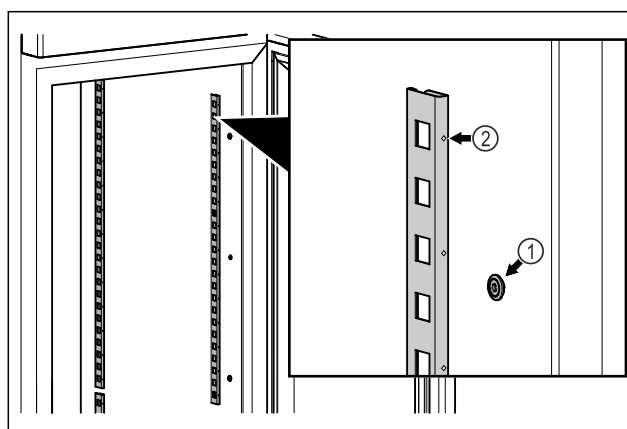

Fig. 83 Beispielhafte Darstellung
- ▶ Rastenleisten in Aufhängung Fig. 83 (1) einhängen. Markierung Fig. 83 (2) muss nach vorne zeigen.